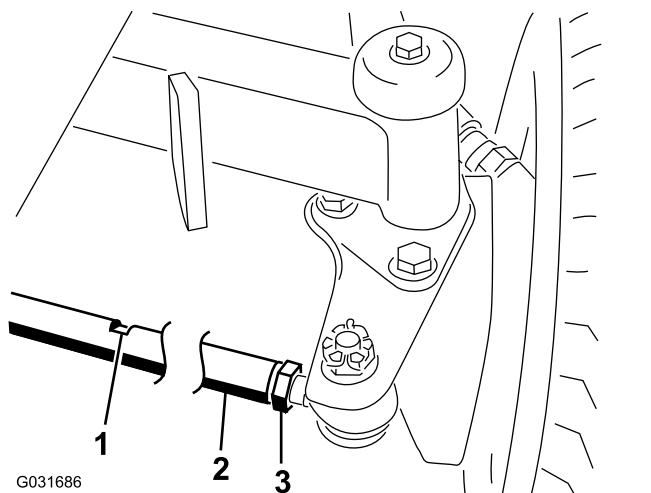

Figura 80
2. Desaperte a porca de bloqueio em cada extremidade da barra de direção (Figura 80).